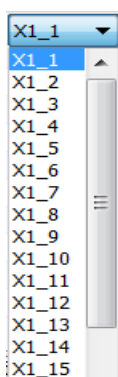

Рисунок 5.4
- нажатие на ячейку **X1\_1** позволяет выбрать в ниспадающем меню **X1\_1** необходимую цепь (Рисунок 5.4);